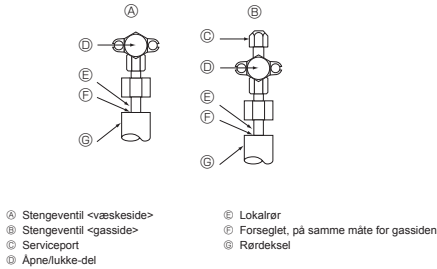

Fig. 5-4
5.4. Metode for å teste om kjølemiddelrør er lufttett (Fig. 5-4)